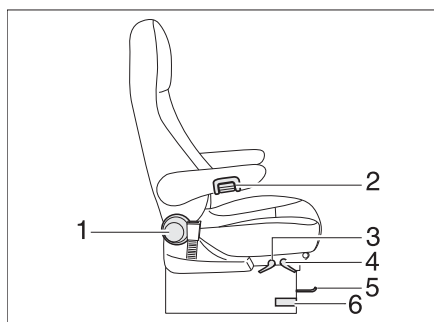

Bild 88 Förar- och passagerarstol
- Tryck och drag spaken (Bild 88,6) för att svänga stolen. Stolen lossas från låst läge.